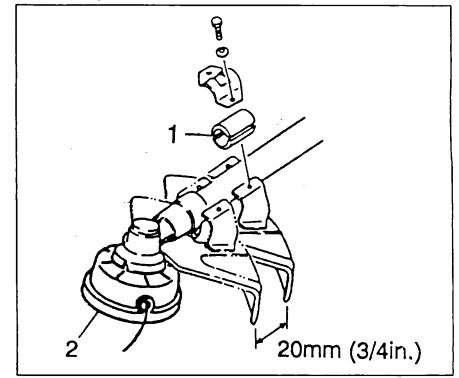

Fig. 1-8C
When using a trimmer head (2), locate the guard above the angle transmission. (Fig. 1-8C, 8D, 8E)
Quando si usa una testina tosaerba (2), posizionare il coprilama al di sopra dell'ingranaggio concorrente. (Fig. 1-8C, 8D, 8E)
Cuando usa el cabezal recortador (2), coloque el protector sobre la transmisión del ángulo. (Fig. 1-8C, 8D, 8E)
Lorsque l'on utilise une tête de débroussailluse (2), veuillez positionner la plaque de protection au-dessus du renvoi d'angle. (Fig. 1-8C, 8D, 8E)
Bei Einsatz eines Trimmerkopfs (2) den Messerschutz über dem Winkeltriebe positionieren. (Fig. 1-8C, 8D, 8E)
Vid användning av trimmeren (2) skall skyddet monteras ovanför vinkeltransmissionen. (Fig. 1-8C, 8D, 8E)